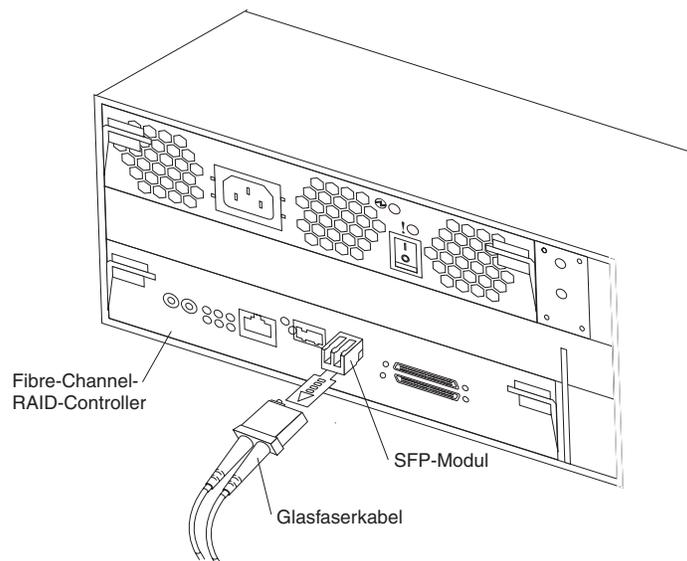

Abbildung 22. Glasfaserkabel am installierten SFP-Modul anschließen
3. Schließen Sie das Glasfaserkabel an das installierte SFP-Modul an, wie in Abb. 22 dargestellt.